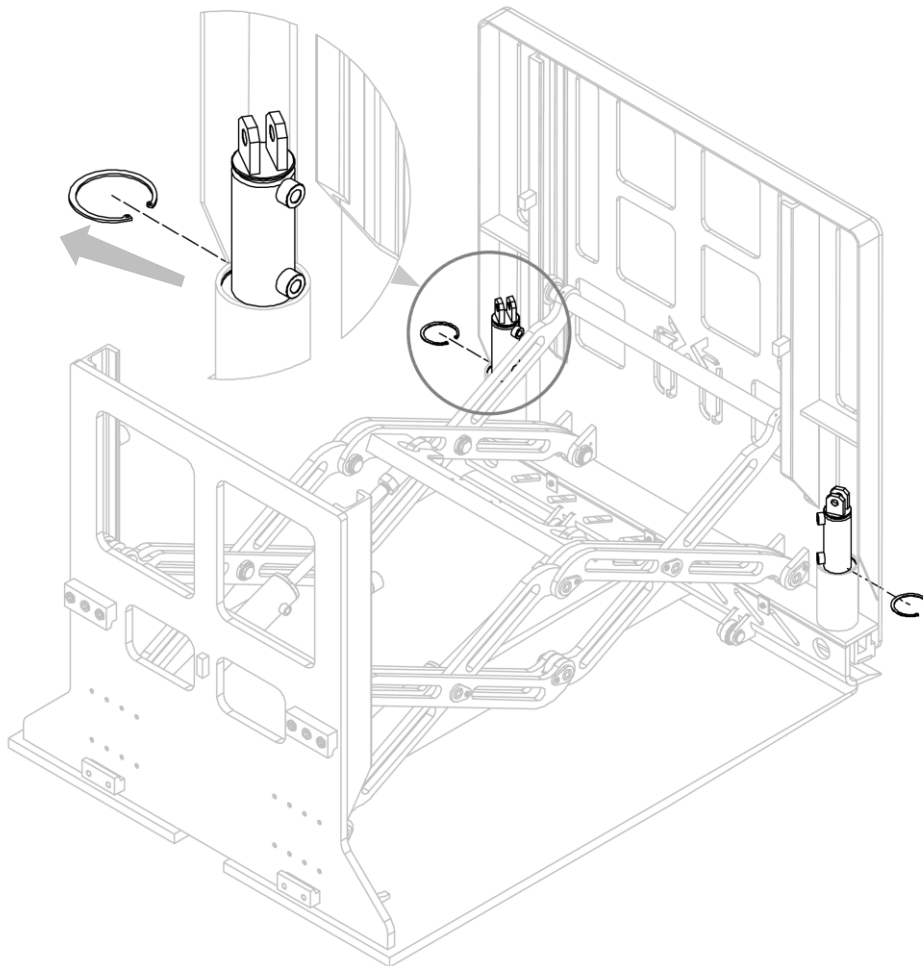

Figura 13
2. Rimuovere gli anelli elastici che bloccano i cilindri (vedi *Figura 13*).